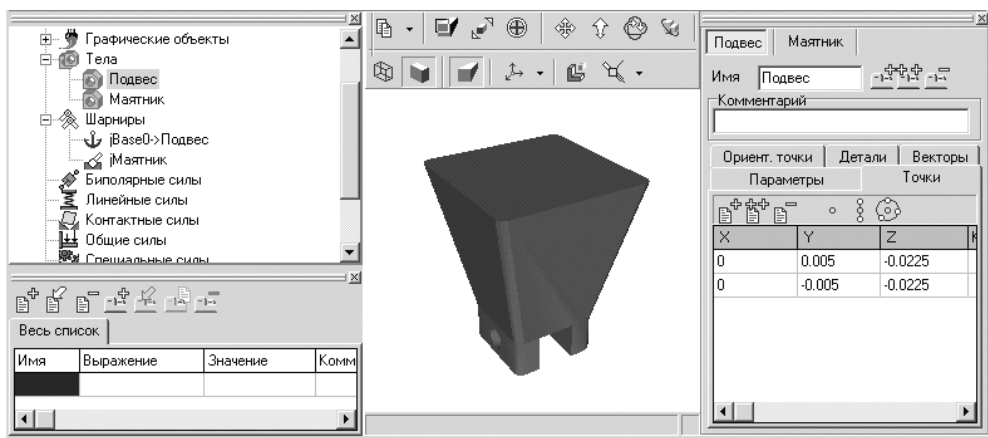

Рис. 1.22. Окно **Инспектор** с открытой вкладкой **Точки** для тела **Подвес**
- щелкните в окне **Инспектор** по вкладке **Точки**. Откроется указанная вкладка, см. рис. 1.22.